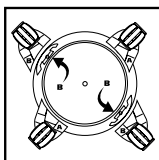

FIGURE 4
5. Prenez le porte-roulette identifié par la lettre **B** et insérez-le dans les rainures avant-droite et arrière-gauche du réservoir, également identifiées par la lettre **B**. **FIGURE 4**.